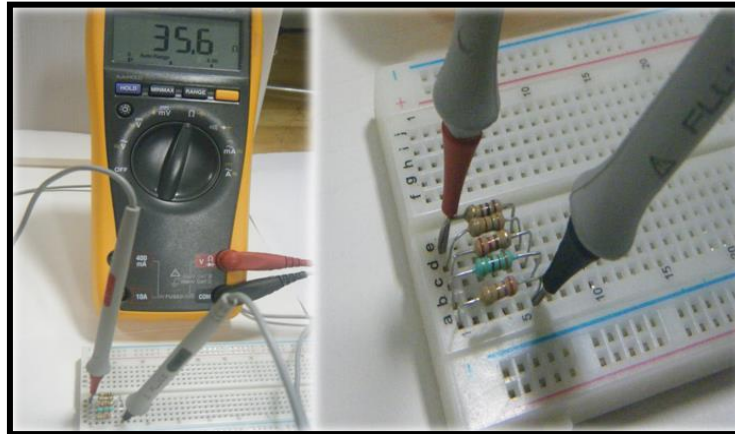

Figura 2.15. Medición de resistencia equivalente del circuito paralelo.
2.3 Con la resistencia calculada procede a medir la resistencia equivalente con el multímetro en función de Óhmetro, similar a lo mostrado en la *figura 2.15*.